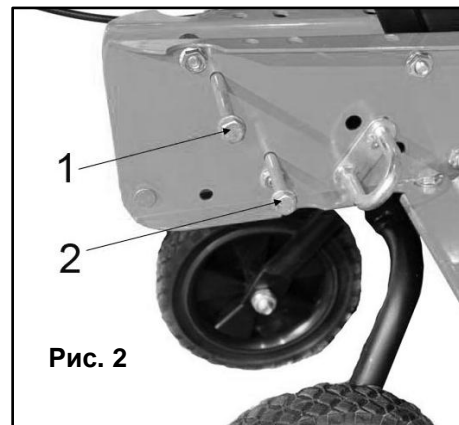

Рис. 2
- Отверните два фиксирующих руль болта (1, 2) (См. Рис. 2), установите два вала руля в пазы крепления, с обеих сторон опорной рамы, и зафиксируйте его болтами.